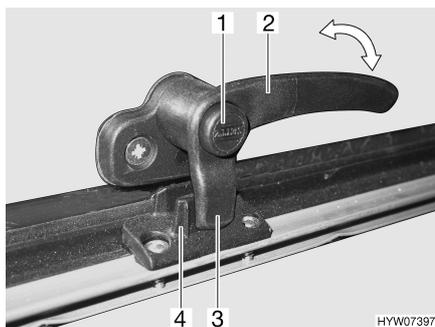

Bild 21 Verriegelungshebel in Stellung "geschlossen"
- Sicherungsknopf (Bild 21,1) drücken und gedrückt halten.
- Den Verriegelungshebel (Bild 21,2) eine viertel Umdrehung zur Fenstermitte hin drehen.
- Den Verriegelungshebel (Bild 21,2) eine viertel Umdrehung zum Fensterahmen hin drehen. Die Verriegelungsnase (Bild 21,3) am Verriegelungshebel liegt komplett auf der Innenseite der Fensterverriegelung (Bild 21,4).
- in Stellung "fest verschlossen" (Bild 21)